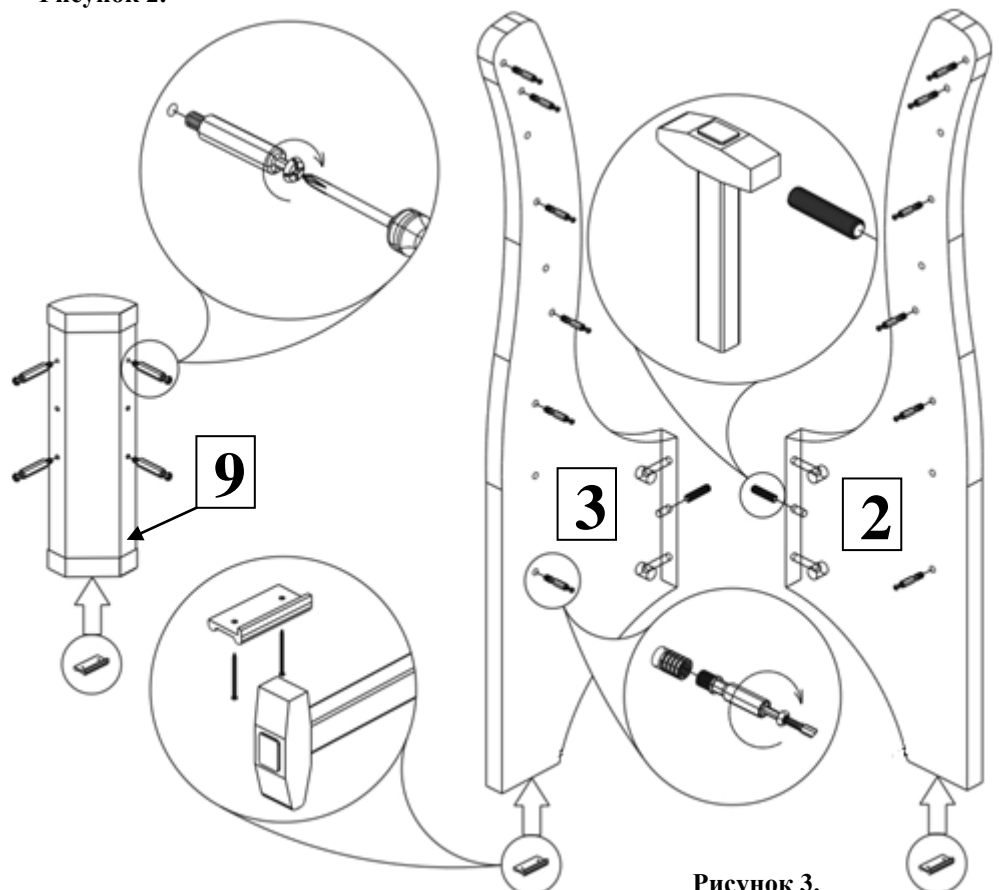

Рисунок 3.
3. Используя гвозди закрепите подпятники на детали (поз. 2, 3, 9). Вкрутите штоки эксцентрики maxi-system в указанные отверстия деталей (поз. 9). Вбейте шканты в указанные торцевые отверстия и вкрутите дюбеля метрические во вбитые втулки деталей (поз. 2, 3). См. рисунок 3.